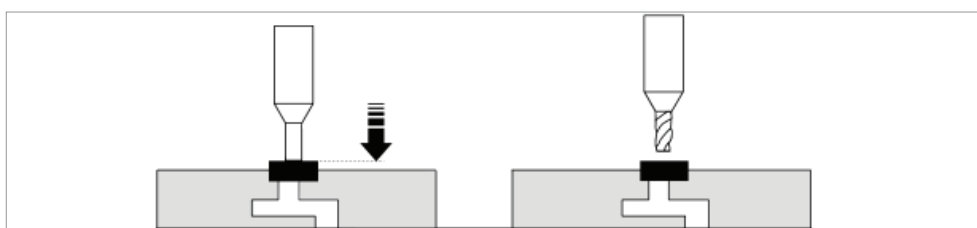

Fig. 18
- 1) Apagar el motor con el interruptor (Q).
- 3) Aflojar la virola superior (O).
- 5) Girar la virola (N) unas vueltas en el sentido de las agujas del reloj para bajar el palpador.
- 6) Arrancar el motor con el interruptor (Q).
- 7) Con la palanca (J), bajar el carro vertical para que el palpador toque la llave correspondiente en la mordaza izquierda (Fig. 18).